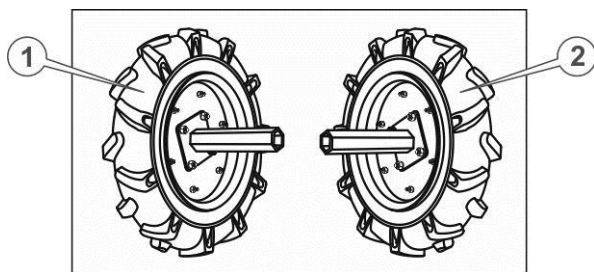

Рисунок 4.2. Маточини з колесами
4. Приєднати ступиці коліс до колісних дисків за допомогою болтів, надійно затягнути всі з'єднання на колесах (див. Рисунок 4.2.). При цьому необхідно пам'ятати, що на колеса встановлені пневматичні шини з направленим малюнком протектора типу «ялинка». Встановлювати колеса необхідно таким чином, щоб при погляді на мотоблок зверху «вістря» цієї «ялинки» були спрямовані вперед, крім того вентиля для накачування камер повинні перебувати з зовнішнього боку колеса.